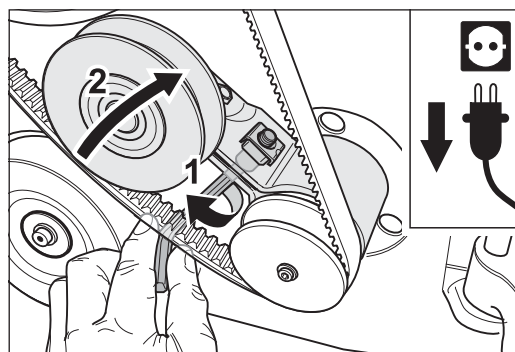

Abb. 106 Die Klemmschraube des Riemenspanners lösen (1) und den Keilriemen entspannen (2).
- 6 Lösen Sie die Klemmschraube des Riemenspanners für den Keilriemen des Ventilators (Abb. 106, 1).
- 7 Drehen Sie den Riemenspanner nach rechts (Abb. 106, 2). Dadurch wird der Keilriemen entspannt.
1 Lösen Sie die Klemmschraube des Riemenstellers für den Keilriemen des Ventilators (Abb. 106, 1).
2 Drehen Sie den Riemensteller nach rechts (Abb. 106, 2). Dadurch wird der Keilriemen entspannt.